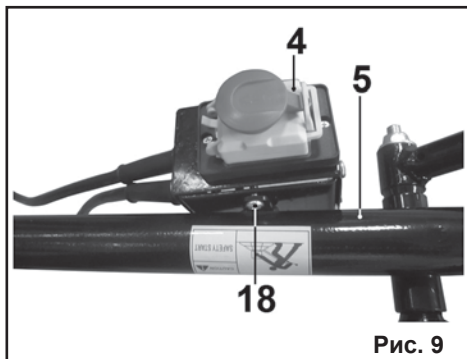

Рис. 9
7.2. Установка магнитного пускателя (Рис.9).